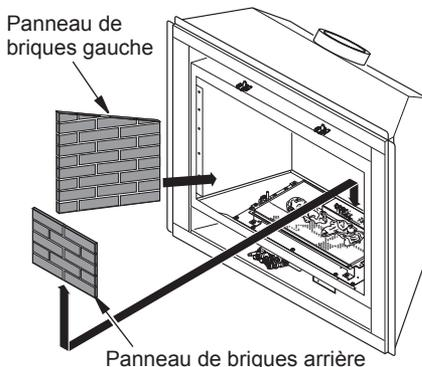

Figure 42 - Installation du panneau de briques arrière
- Posez le panneau de briques arrière en premier. Posez le bord inférieur du panneau sur le bord arrière de l'assemblage du brûleur (voir figure 42).
- Installez le panneau de briques gauche en le glissant entre l'assemblage du brûleur et le côté de la chambre de combustion (voir figure 42).